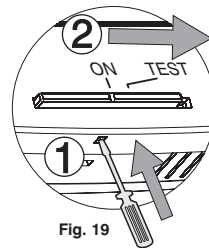

Fig. 19
- Déplacer le sélecteur «ON - TEST» sur **TEST** (fig. 19).
- Déplacer le sélecteur «ON - TEST» sur **TEST** (voir fig. 19).